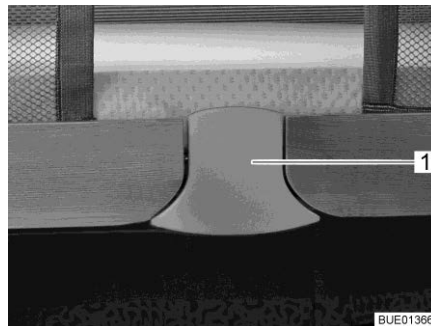

Fig. 119 Sblocco
- Estrarre la placca di sbloccaggio (Fig. 119,1) tirandola verso il basso. Il bloccaggio viene sbloccato.